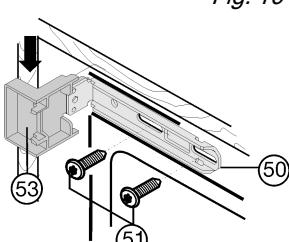
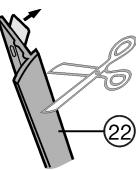

Fig. 11
Fig. 12
- Abdeckungen Fig. 11 (53) oben und unten auf die Befestigungswinkel Fig. 11 (50) aufstecken.
- Die Befestigungswinkel Fig. 11 (50) oben und unten mit Schrauben Fig. 11 (51) befestigen, so dass sich der Winkel noch etwas nach links und rechts bewegen lässt.
- Schutzfolie von der Abdeckleiste Fig. 12 (22) abziehen. Abdeckleiste Fig. 12 (22) griffseitig und frontbüding an der Nase der Abdeckung Fig. 11 (53) ansetzen und an die Geräteseitenwand ankleben.
- Abdeckleiste Fig. 12 (22) bei Bedarf unten kürzen: Die Abdeckleiste Fig. 12 (22) muss 3 mm über der Oberkante des unteren Befestigungswinkels Fig. 6 (50) enden.
- Das Gerät einschieben, bis die Abdeckungen Fig. 11 (53) an der Möbelseitenwand anschlagen Fig. 11.
- Das Aufbaumaß (Tiefe der Türanschlagsteile) berücksichtigen. Scharniere und Abdeckungen Fig. 11 (53) um das Aufbaumaß vorstehen lassen.